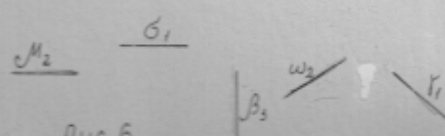

Рис. 6
8. Укажите, какими буквами обозначены плоскости, на которых выполняется дополнительный вид. (рис.6)